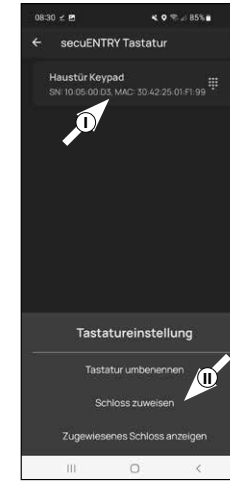

Abb. 24
29 Tippen Sie dazu in der Liste mit den registrierten Tastaturen auf den Eintrag der gewünschten Tastatur (I) (Abb. 24) und danach auf „Schloss zuweisen“ in den erscheinenden Menüfenster (II) (Abb. 24).